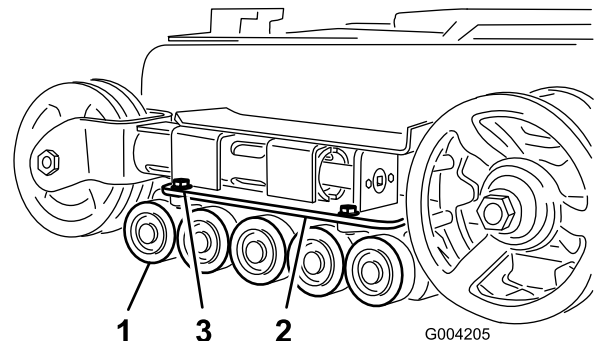

Bild 48
- Nehmen Sie die vier Schrauben ab, mit denen die untere Kettenführung (die die Straßenräder enthält) befestigt ist, und nehmen Sie diese ab (Bild 48).